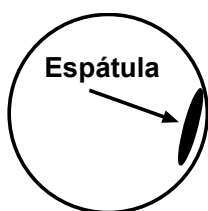

Fig. 1
7. Finalizado o pré batido (uns segundos), carregue no botão de velocidade rápida (lebre) e amasse a mistura apertando com a espátula em posição quase plana pela parede interior da taça (Fig. 1).